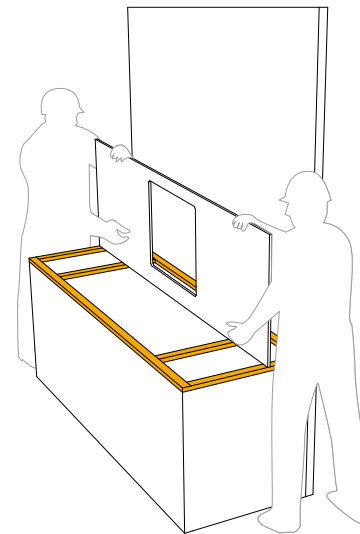

fig. 1
- Positionner le plan verticalement, en le plaçant contre le mur de soutien de la cuisine (fig. 1);